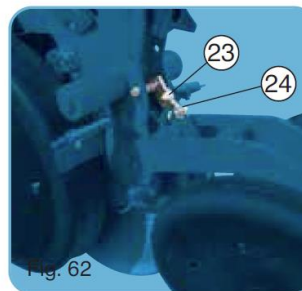

Fig. 62
Koło przeznaczone jest do użytku raczej na suchych glebach, przy wszystkich rodzajach siewu. Na terenie zbyt wilgotnym, zapychanie się na poziomie koła jest zawsze możliwe. W przypadku zapychania się, należy unieść koło poprzez przesunięcie płytki oporowej (23) (fig. 62). Jeśli ta czynność nie okaże się wystarczająca, trzeba będzie ściągnąć samo koło pozostawiając uchwyt (4) na sekcji. Skrobak (11) Greenflex jest obracalny i musi być od czasu do czasu przeglądany a w razie potrzeby precyzyjnie dokręcony za pomocą nakrętki (24) (fig. 62).
- Pozycja uniesiona (fig. 62).